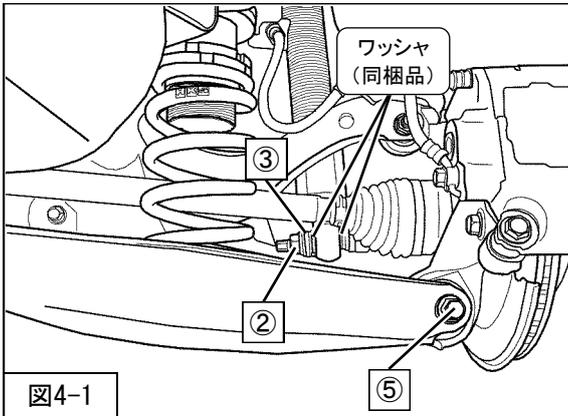
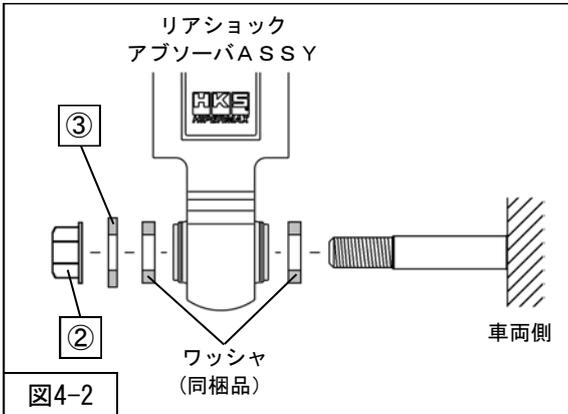

図4-1
図4-2
1. P 6「サスペンションASSY構成図」を参考に、コイルスプリングインシュレータUPR (純正部品) ライドハイトアジャスターASSY (同梱品) リアスプリング (同梱品) コイルスプリングインシュレータLWR (純正部品) を車両に取付けてください。(図4-1)
⑤ロアアーム取付ボルト・ナット (締付トルク: 73N・m) を取付けてください。(図4-1)
③ワッシャ (純正部品)
②リアショックアブソーバASSYロア取付ナット (締付トルク: 135N・m) を使用して、リアショックアブソーバASSY (同梱品) を車両に取付けてください。(図4-1・図4-2)